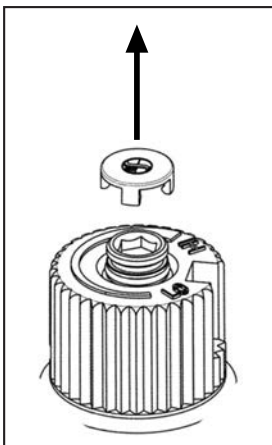

Figure 16: Enlever le capot de la vanne.
- a) Retirez le capuchon de protection noir du bouton HI/LO à la main, comme illustré à la Figure 16.
- g) Remettez en place le capuchon de protection noir qui a été retiré à l'étape a (Figure 16).